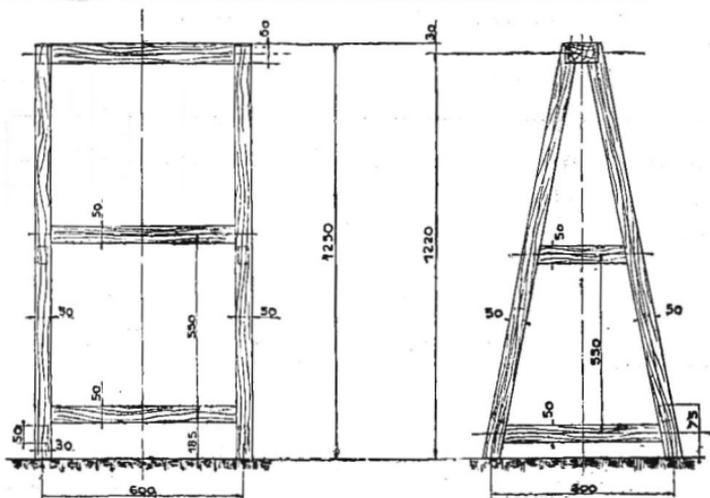

Fig. 24 — CAVALLETTO
N. 1 cavalletto fisso da porre sotto la coda della fusoliera in corrispondenza della 2^a sezione (fig. 24).